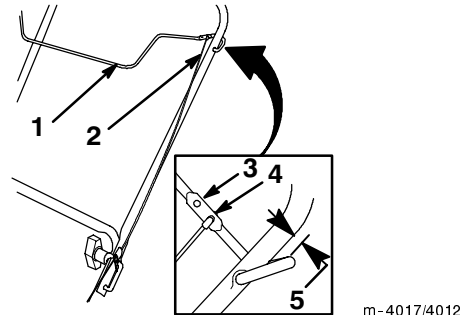

Bild 12
1. Führen Sie das obere Ende des Bowdenzugs in die untere Öffnung des Schaltleistenprofils ein (siehe Bild 12).
3. Stellen Sie sicher, dass ein Abstand von 1,6 – 3,2 mm zwischen der Schaltleiste und dem Griff besteht (siehe Ausschnitt im Bild 12). Beachten Sie zum Einstellen dieses Abstandes bitte *Einstellen des Bowdenzuges*, Seite 17.